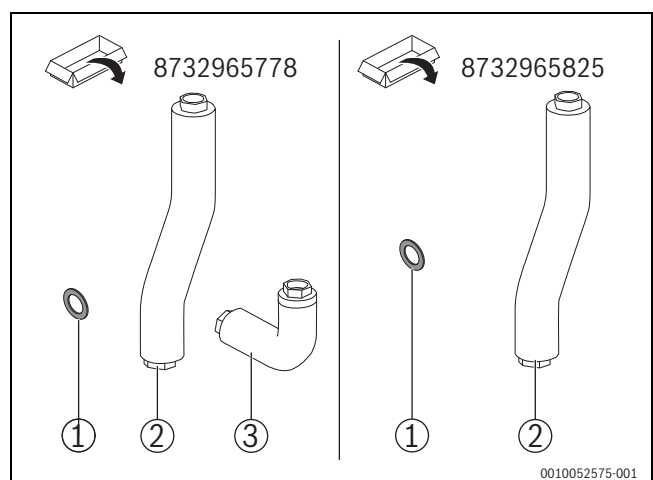

Fig. 3 Assemblages de la tuyauterie en option
L'assemblage de la tuyauterie HF-Set HYC40B comme composant hydraulique central permet, en liaison avec d'autres assemblages de tuyauterie optionnels (→fig. 3), le raccordement d'une unité extérieure de pompe à chaleur à un générateur de chaleur au sol conventionnel. Lors de l'installation d'un ballon d'eau chaude sanitaire, différentes variantes d'installation (A/B/C) sont possibles.
- Assemblage de la tuyauterie pour le raccordement des sets du circuit de chauffage (→Fig. 3, [1 - 3]).